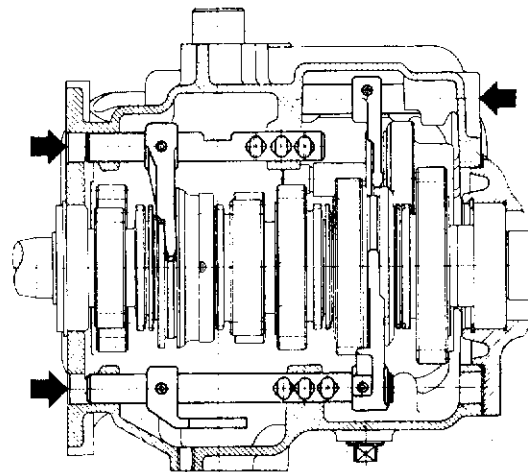

Fig. 43. — Positionnement des axes de fourchettes
- Remonter les axes (voir fig. 43).